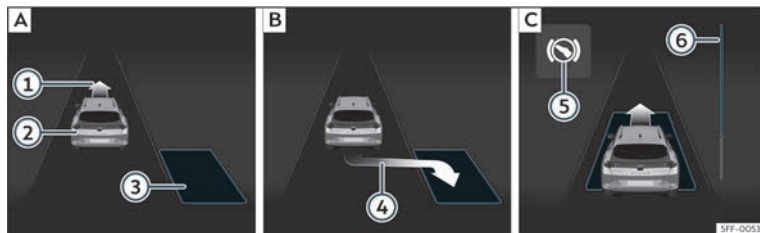
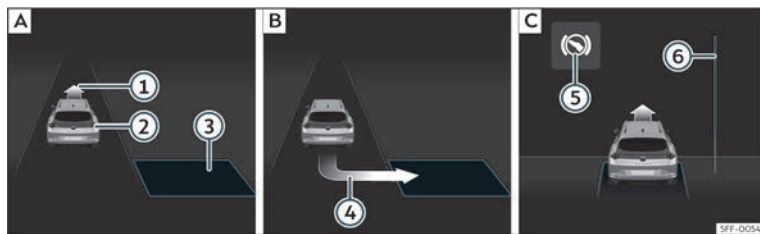

Fig. 177 No ecrã do painel de instrumentos: estacionar em linha. **[A]** Procurar um lugar de estacionamento. **[B]** Posição para estacionar. **[C]** Manobrar.
Fig. 178 No ecrã do painel de instrumentos: estacionar em espinha. **[A]** Procurar um lugar de estacionamento. **[B]** Posição para estacionar. **[C]** Manobrar.
- Observe na visualização do ecrã do painel de instrumentos se se detetou o lugar como «apropriado» e se atingiu a posição correta para estacionar»» **Fig. 177 [B]** ou»» **Fig. 178 [B]**. O lugar foi considerado «apropriado» se no ecrã do painel de instrumentos aparecer a indicação de estacionar ④.
- Retroceda até o sinal contínuo do ParkPilot soar; **OU**: retroceda até aparecer a indicação de marcha à frente no ecrã do painel de instrumentos»» **Fig. 177 [C]** ou»» **Fig. 178 [C]**; **OU**: retroceda até aparecer a mensagem **Park Assist finalizado** no ecrã do painel de instrumentos. A barra de progresso ⑥ indica a distância a percorrer»» **Página 295**.
- Faça marcha à frente até soar o sinal contínuo do ParkPilot; **OU**: faça marcha à frente até aparecer a indicação de fazer marcha-atrás no ecrã do painel de instrumentos. O sistema de estacionamento assistido manobra o veículo em frente e em marcha-atrás até centrá-lo no lugar»» **Fig. 177 [C]** ou »» **Fig. 178 [C]**.
A barra de progresso »» **Fig. 177 ⑥** e »» **Fig. 178 ⑥** mostra simbolicamente no ecrã do painel de instrumentos a distância relativa que ainda falta percorrer. Quanto maior for a distância, mais cheia está a barra de progresso. Ao circular em marcha à frente, o conteúdo da barra de progresso diminui para cima, e ao circular marcha-atrás, diminui para baixo.